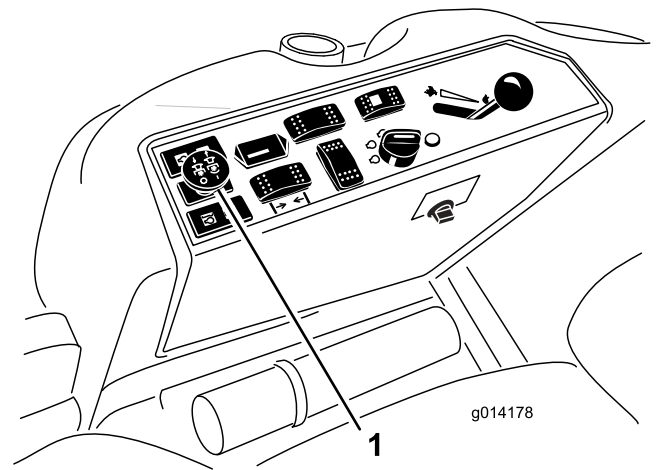

Bild 25
3. Ziehen Sie den Zapfwellenschalter heraus, um ihn zu aktivieren (Bild 25).